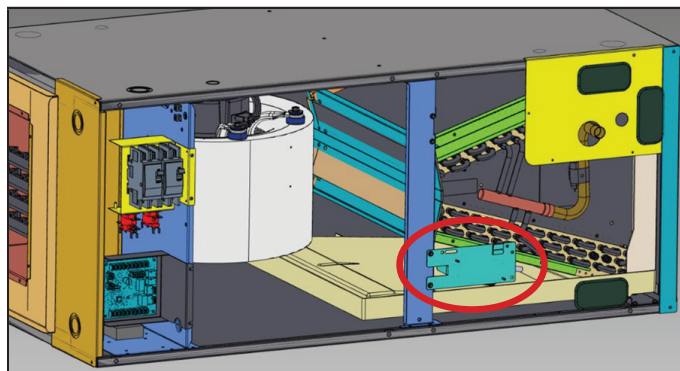

FIGURE 10
- 3 - Une fois le serpentin et le support central réinstallés dans l'unité, les panneaux de l'unité de traitement de l'air étant retirés, installez le support du capteur sur le support central en alignant les trous comme illustré à la figure 10.